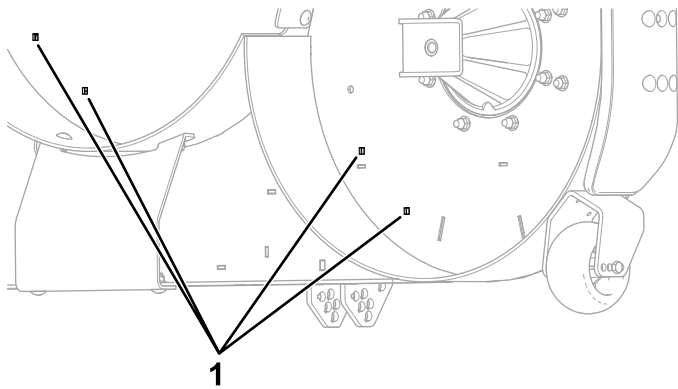

Bild 5
1. Nehmen Sie vier Stopfen vom Mähwerk ab (Bild 5).